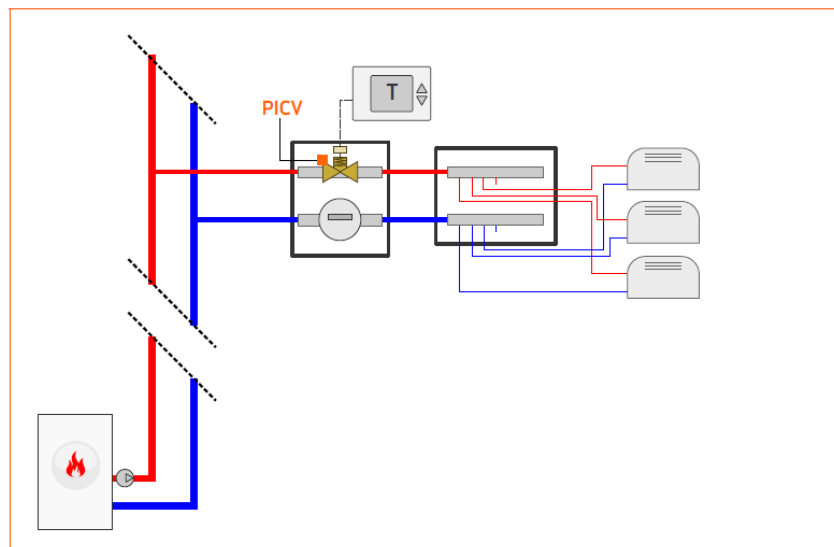

Рис.2 Использование стабилизатора для балансировки поэтажных систем фан-койлов.
1.4. Основная сфера применения стабилизатора - установка на стояках однотрубных систем водяного отопления (см. рис 1. поз. 1.1.) для предотвращения превышения расчетного расхода при изменении гидравлических характеристик остальных участков системы. Примеры использования стабилизатора приведены на рис. 2...6.